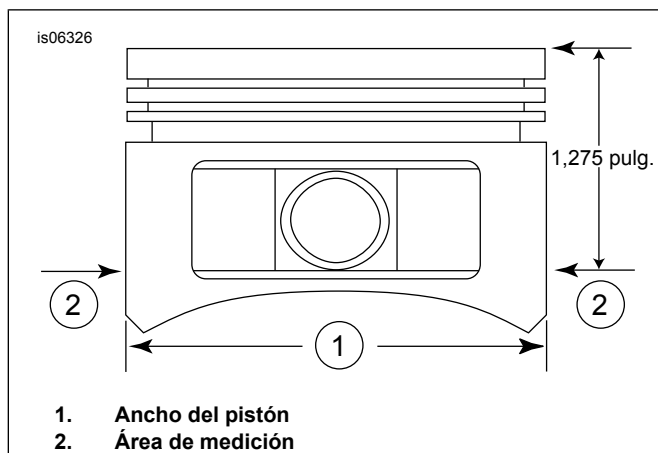

Figura 2. Medidas del pistón
5. Ver Figura 2 . Mida el ancho del pistón (1), a 90 grados en sentido horizontal desde ambos lados del agujero del pasador del pistón y a 1,275 pulg. (32,38 mm) hacia abajo desde la superficie de la cubierta (superior) del pistón (2). Consulte Tabla 6 para el ajuste del pistón al cilindro en esta ubicación.